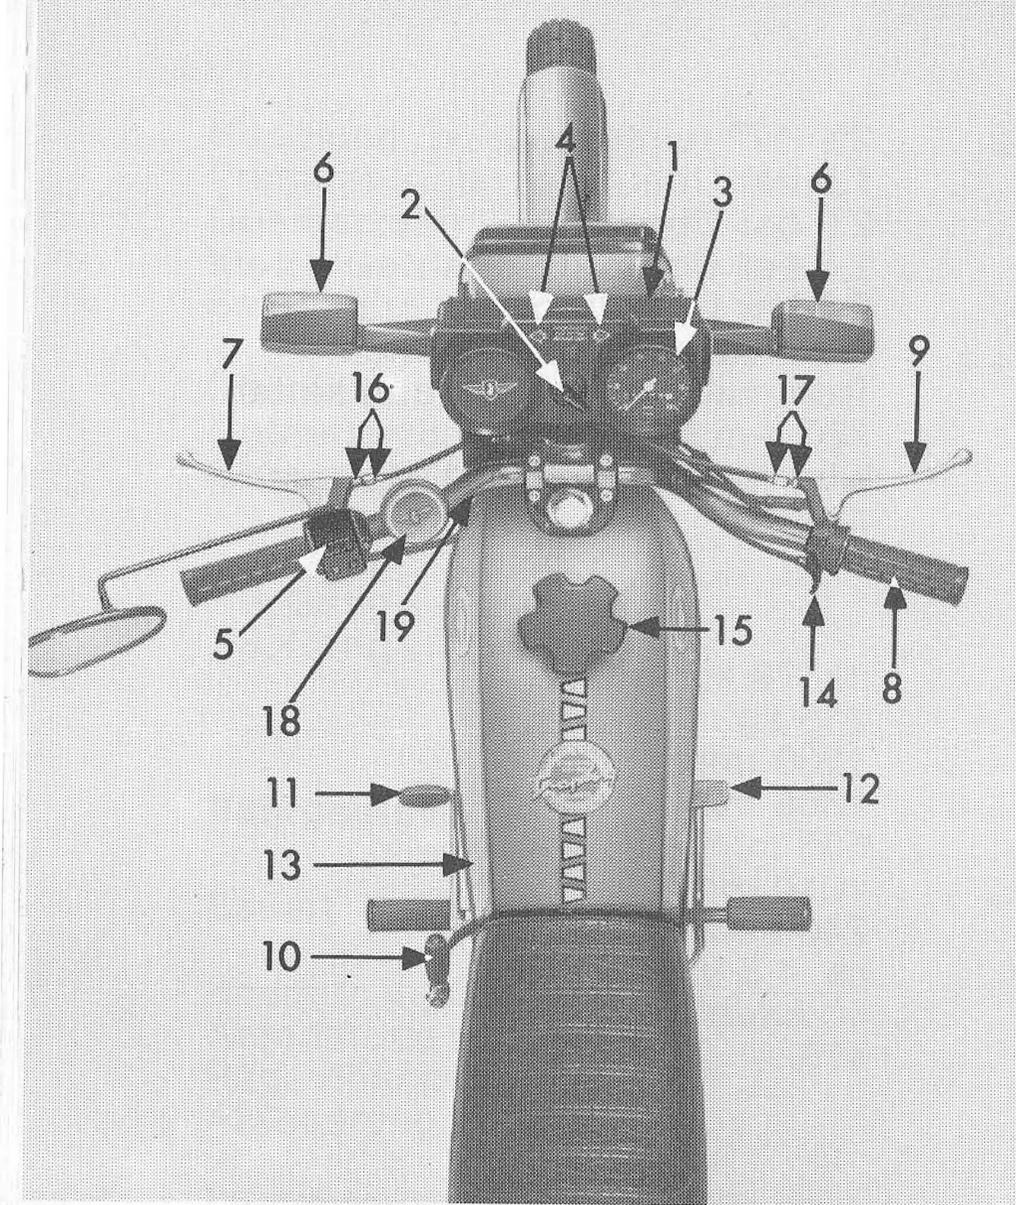
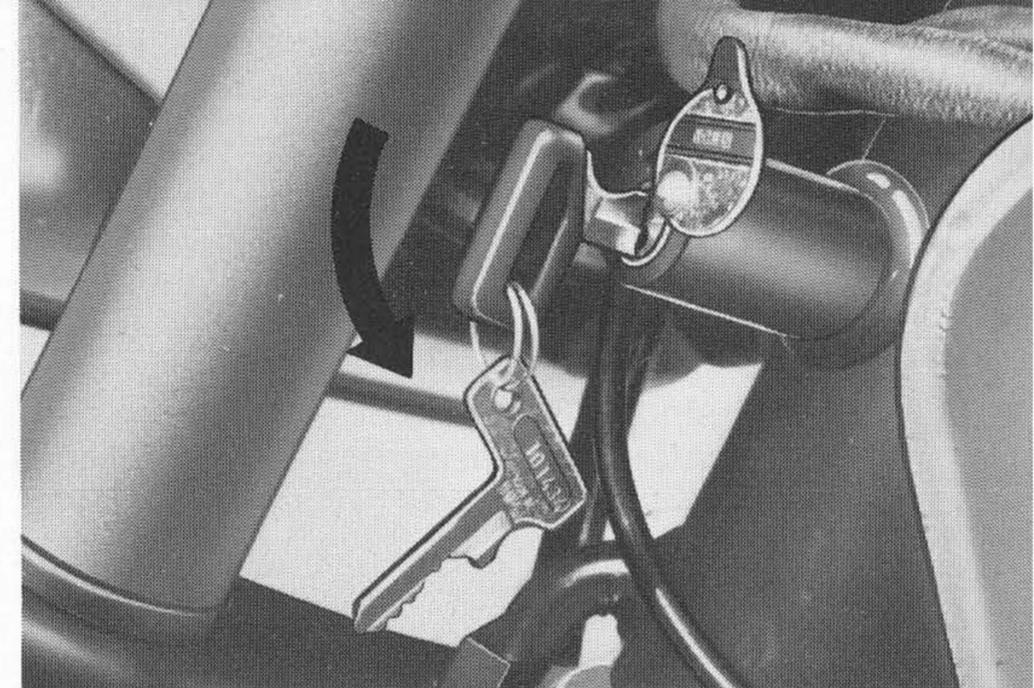

Bild 1
Bild 5
zu Bild 1
- 19 = Lenk-Sicherheitschloß (verdeckt, s. Bild 5)
Die Fahrzeuge sind mit einem Zündschloß (Bild 1/2 und Skizze Seite 14) und mit einem Lenkschloß (Bild 5) ausgerüstet.